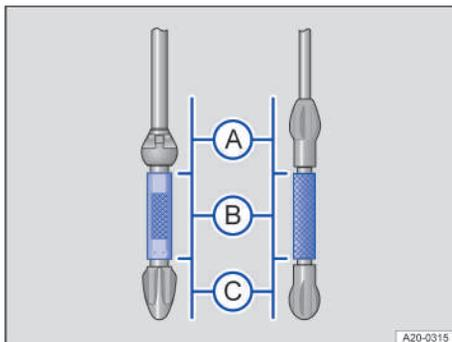

Fig. 177 Varillas de medición del nivel de aceite con marcas del nivel de aceite del motor (variantes).
7. Extraiga nuevamente la varilla de medición y compruebe en ella el nivel de aceite como si sigue → fig. 177:
13. Al final del proceso, el nivel de aceite debería encontrarse por el centro de la zona → fig. 177 . No deberá encontrarse nunca en la zona → fig. 177  → .
14. Si ha añadido demasiado aceite del motor por descuido y el nivel se encuentra en la zona → fig. 177 , no ponga el motor en marcha. Solicite la ayuda de personal especializado.
- Si el nivel de aceite del motor se encuentra en la zona → fig. 177 , no ponga el motor en marcha y solicite la ayuda de personal especializado.